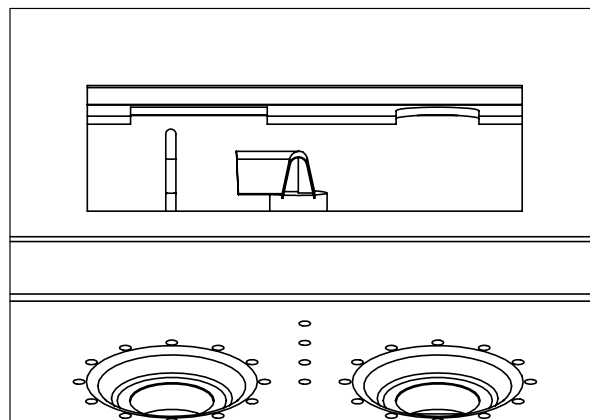

Figure 23: Orientation du pilote
4. Convertissez l'orifice de veilleuse existant avec celui fourni dans ce kit (voir Figure 21) à l'aide d'une clé de 7/16 de pouce. Dévissez complètement et retirez la tête de veilleuse et remplacez l'insert d'orifice. Resserrez la veilleuse, si la tête n'atteint pas la bonne orientation dans la position ajustée, contactez votre revendeur Enviro (voir Figure 23).